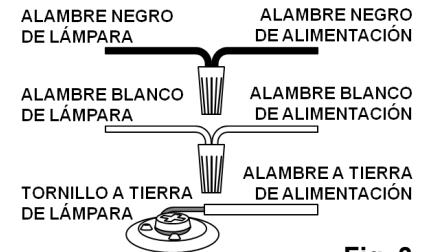

Fig. 3
4. Conecte el cable negro del luminario al cable negro de alimentación (+) y conecte el cable blanco del luminario al cable blanco de alimentación (-) con conectores de cable (no incluidos). (Fig. 3)